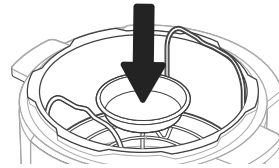

Abbildung 9.4
- Gießen Sie 354 ml Wasser in den Innentopf und stellen Sie den Dämpfeinsatz hinein, dann setzen Sie die Springform auf den Dämpfeinsatz. **[Abb. 9.4]**